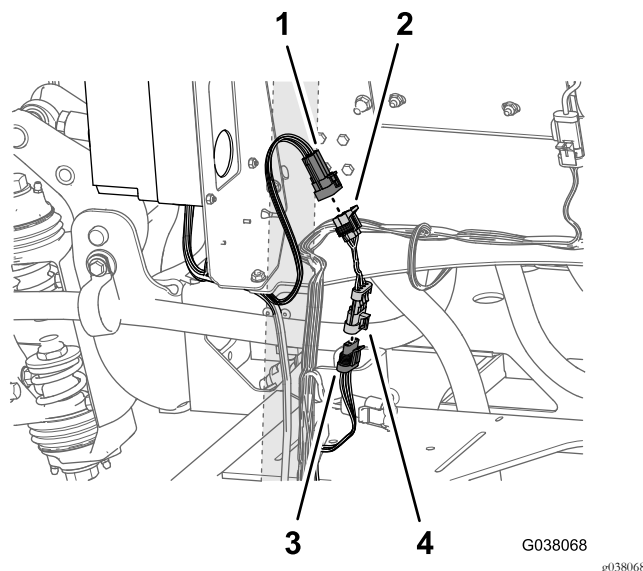

Figure 119
3. À l'arrière du boîtier de commande du pistolet-pulvérisateur ou du dévidoir électrique, localisez le connecteur à 6 broches (Figure 119) étiqueté RATE SWITCH INTERCONNECT (OPTIONAL SPRAY GUN).
4. Branchez le connecteur à 6 broches (rate switch interconnect) au connecteur à 6 douilles du faisceau de raccordement (Figure 119).